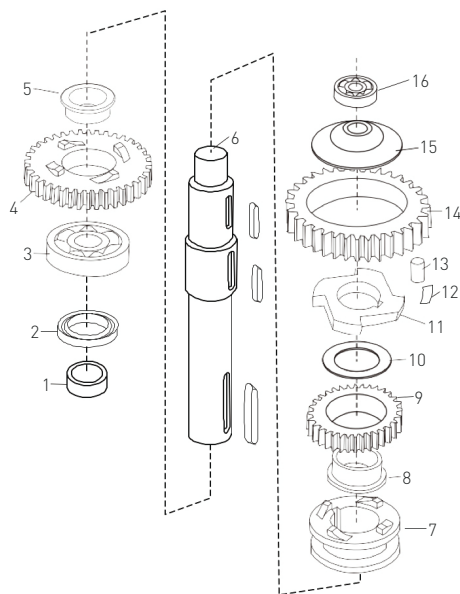

Figuur 1: Aandrijfsysteem aan bovenkant, bevestiging van de kom en voetstuk
- Aandrijfsysteem aan bovenkant, bevestiging van de kom en voetstuk (Figuur 1);